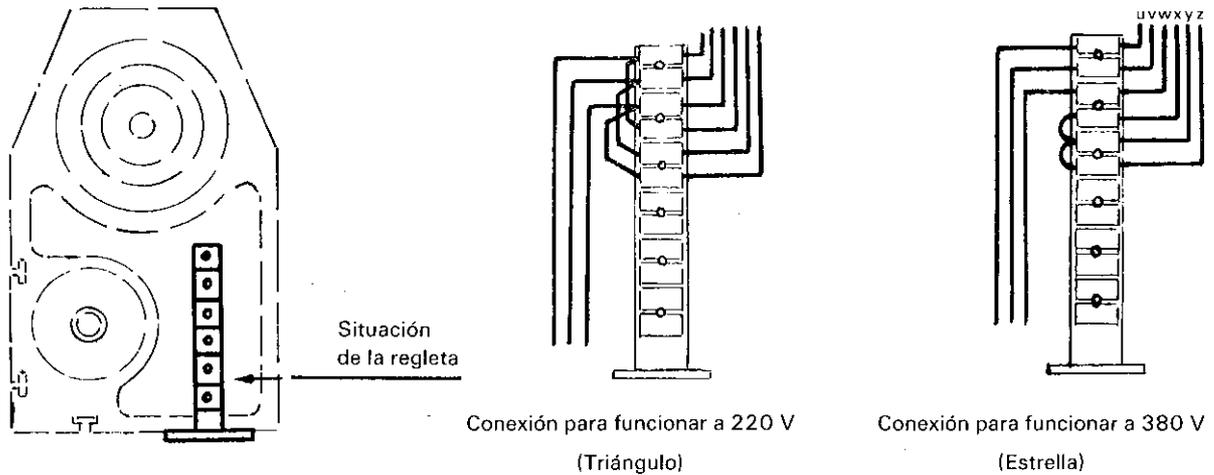

Fig. 8
**INSTRUCCIONES PARA EL CAMBIO DE VOLTAJE.**— Todas las máquinas salidas de nuestros talleres, si no se ha hecho constar expresamente en el pedido, salen preparadas para trabajar a 380 voltios y 50 períodos/seg., es decir, su conexión ha sido efectuada en estrella. Caso de interesar la conexión en triángulo 220 voltios deberá realizarse el cambio en la misma caja del motor eléctrico, excepto el motor del cabezal portamuelas puesto que no lleva incorporada la caja de bornes, debiendo realizar el cambio de voltaje, si interesa, en la regleta situada en la parte inferior del cabezal portamuelas, tal como se indica en la fig. 8.